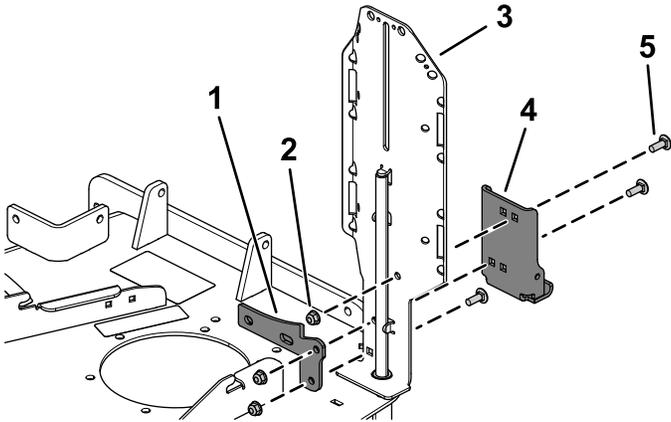

Figura 3
- Sujete el soporte abisagrado y la pletina de montaje al soporte del cubo con 3 pernos de cuello cuadrado ($5/16'' \times 7/8''$) y 3 tuercas con arandela prensada ($5/16''$), como se muestra en la Figura 3.